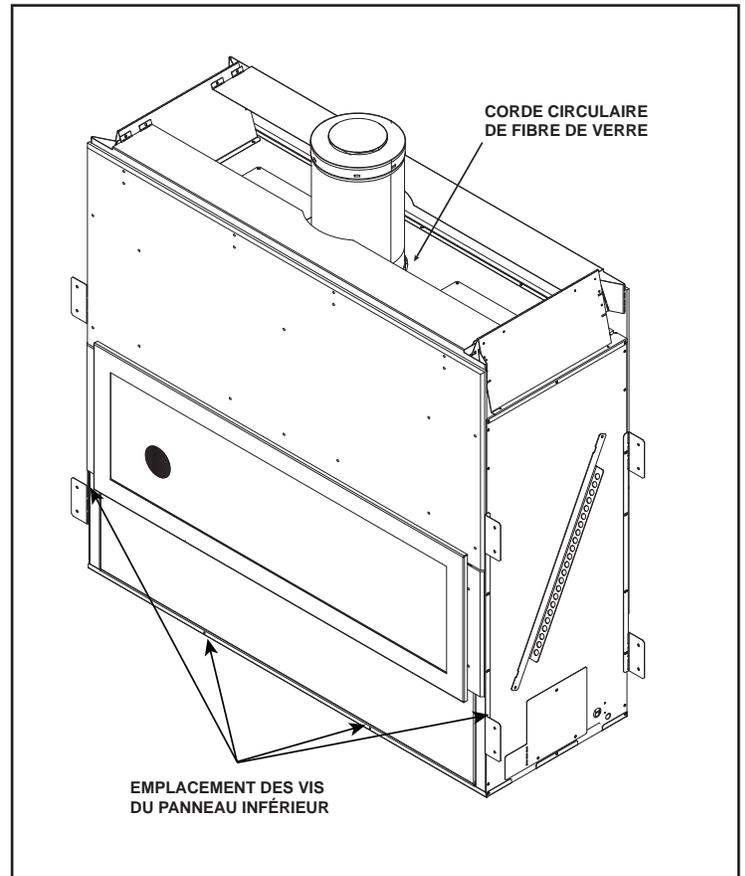

Figure 6.1 Emplacement de la corde circulaire en fibre de verre
4. Retirez le panneau métallique du bas en retirant les quatre vis. L'emplacement des vis est montré à la figure 6.1. Les deux vis du bas sont situées derrière le panneau. Retirez les quatre vis et soulevez doucement le panneau hors de l'appareil en évitant si possible, le contact avec le panneau incombustible.
La figure 6.1 illustre comment positionner, mettre à niveau et fixer l'appareil. Les languettes à clouer permettent de fixer l'appareil aux éléments de charpente.